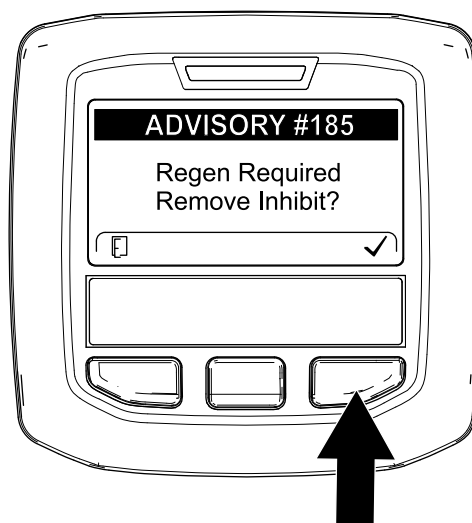

Figura 48
**Nota:** Se INHIBIT REGEN è impostata su ON, l'InfoCenter visualizza ADVISOY #185 (Figura 48). Premete il pulsante 3 per impostare l'inibizione della rigenerazione su OFF e procedere con la rigenerazione di ripristino.